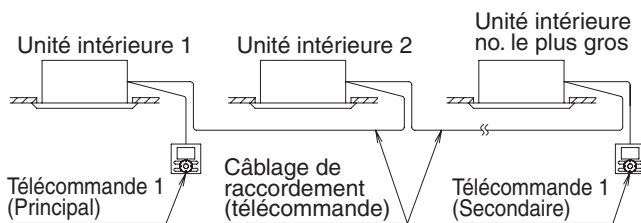

Fig. 29
- Lorsque vous utilisez une commande de groupe et que les 2 télécommandes contrôlent l'unité au même moment, branchez la télécommande 2 (secondaire) sur l'unité intérieure, à l'extrémité du câblage de liaison (No. le plus gros). (Reportez-vous à la Fig. 29)